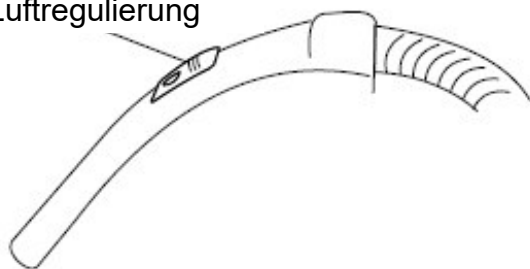

Abb. 16: Bedien- und Einstellmöglichkeiten
Schritt 2: Die Ein-/Aus-Taste (A, Abb. 16) auf Stufe I schalten um den Nass-/Trockensauger in Betrieb zu setzen. Die am Gerät befindliche Steckdose ist auf dieser Stufe ausgeschaltet!
Schritt 4: Um die am Gerät befindliche Steckdose (B, Abb.16) als Stromquelle für Elektrowerkzeug zu nutzen, muss der Schalter A auf Stufe II gestellt werden. Beachten Sie dabei Punkt 8.2) Automatische START/STOPP-Funktion!